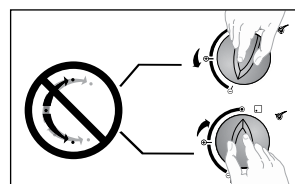

Figura 48
- No haga fuerza a las perillas más allá del tope de ABIERTO y CERRADO (Ver figura 48).